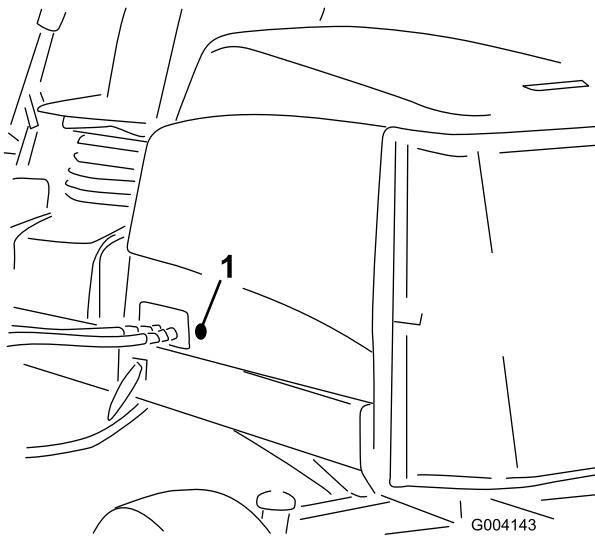

Figura 17
- Togliete l'anello passacavi in gomma dal foro nel lato sinistro del cofano (Figura 17).